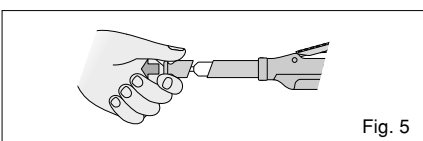

Fig. 5
- a. Retirer le capuchon de la cartouche. (Fig. 5)
- a. Quitar la tapa del cartucho. (Fig. 5)